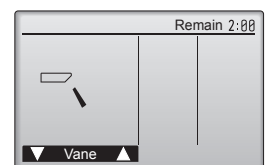

Abb. 7-4
- ② Drücken Sie die [AUSWAHL]-Taste, um den Vane-Bedienbildschirm aufzurufen, und prüfen Sie dann mit Tasten [F1] und [F2] die automatische Flügelbewegung. (Abb. 7-4)